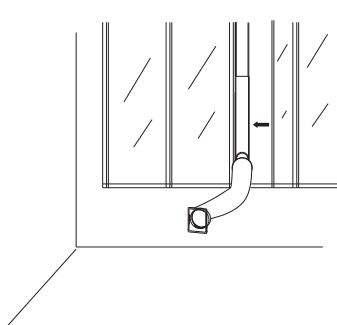

Fig. 7
8. Zamontuj do okna kanał wylotu powietrza, zestaw okienny i akcesoria. Następnie zamknij okno zgodnie z kierunkiem wskazywanym przez strzałkę na rys. 7, aby mocno docisnąć zestaw okienny.